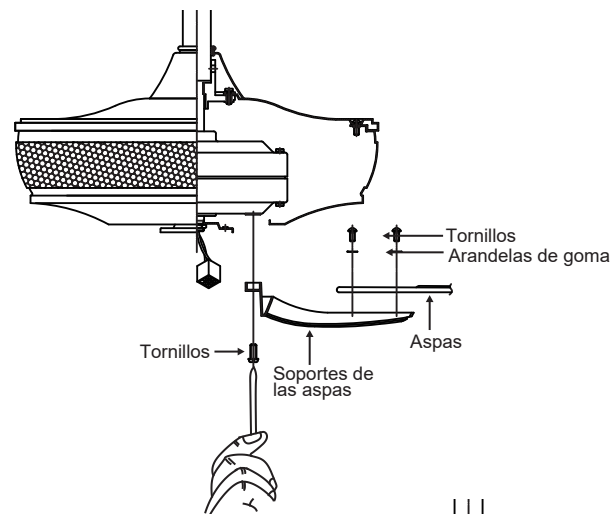

Fig. 16
Paso 1. Fije una hoja a un soporte para hoja usando los tornillos y arandelas de goma proporcionados. (Fig. 16)
Paso 2. Acople cada ensamblaje del aspa al motor utilizando los tornillos de montaje "preinstalados" en el soporte del aspa. (Fig. 16)